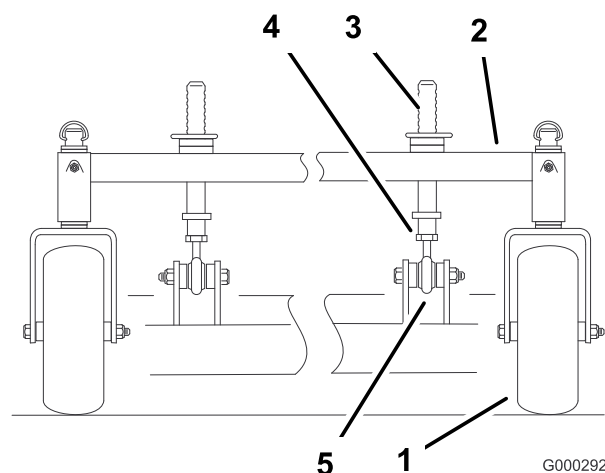

Figure 84
1. Vous pouvez régler les montants de hauteur de coupe avant pour modifier l'inclinaison avant/arrière (Figure 84).
2. Pour élever l'avant du plateau de coupe, desserrez le contre-écrou et tournez la goupille avant dans le sens horaire (Figure 84).
3. Pour abaisser l'avant du plateau de coupe, desserrez le contre-écrou et tournez la goupille avant dans le sens anti-horaire (Figure 84)
6. Resserrez les écrous de blocage (Figure 84).